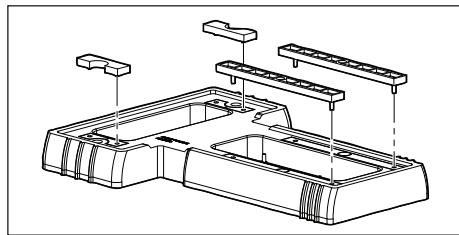

Figura 7. Presione los espaciadores hasta que queden en su lugar
- Alinee los pinos de los cuatro espaciadores con los orificios de la base. Presione los espaciadores en su lugar (Figura 7).